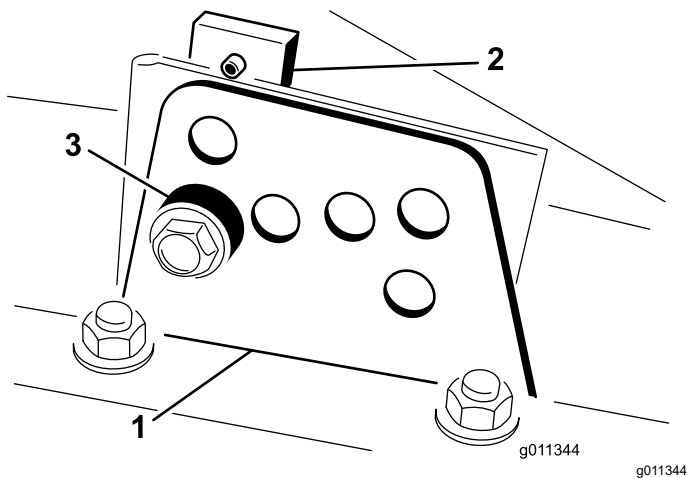

図 22
2. 図22のように、各刈り高ブラケットを刈り高プレート前と右と左に固定しているボルトをゆるめる。
4. チェンバを支えておきながらスペースを取り外す 図 22。